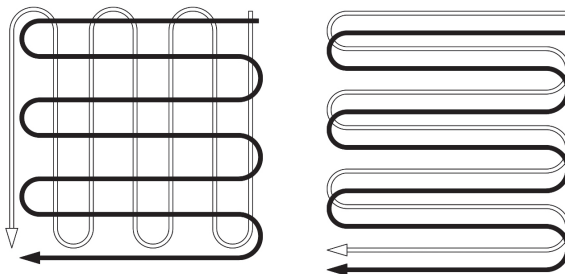

Рис. 11
- При подготовке участка к посеву обрабатывайте почву согласно одной из схем (Рис. 11).